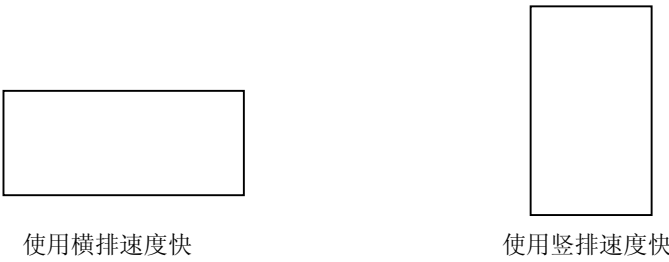

图 2-15
- 2、对于狭长的排样边框，从窄边开始自动排样计算速度要比从宽边排样快。如图 2-15 所示。